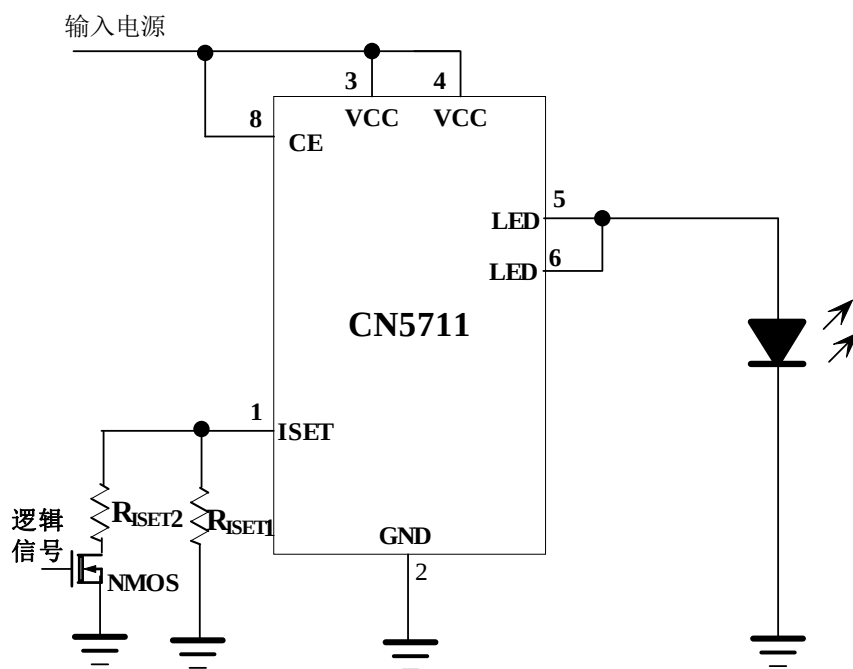

图4 用逻辑信号调整亮度
2. 用逻辑信号调整发光二极管的亮度，如图4所示
如果只需要分几档来调整发光二极管的电流，可以用逻辑信号来实现，图4示出了分两个档次来调整发光二极管的电流的电路。 R_{ISET1} 设置了流经LED管脚的最小电流，当N沟道场效应晶体管导通时，